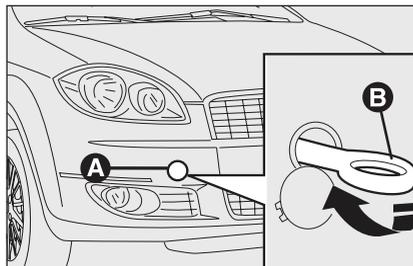

Рис. 44
- вверніть сергу **B** (рис. 44) у різьбове гніздо, що відкрилося;